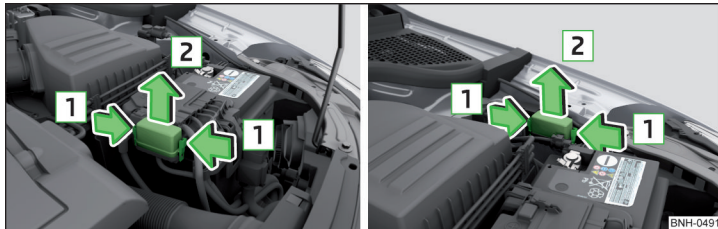

Abb. 151 Fahrzeugbatterie: Abdeckung des Sicherungskastens - Variante 1 / Variante 2
- Die Verriegelungstasten der Abdeckung gleichzeitig in Pfeilrichtung **1** zusammendrücken » Abb. 151.